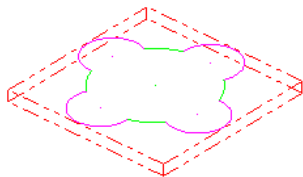

图 9.2.4 显示工件
Step4. 单击“机床群组属性”对话框中的 按钮，完成工件的设置。此时零件如图 9.2.4 所示，从图中可以观察到零件的边缘多了红色的双点画线，双点画线围成的图形即为工件。